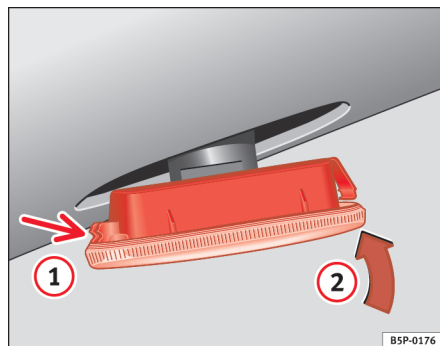

Fig. 159 Clignotants latéraux
- Placez d'abord le clignotant dans l'orifice de la carrosserie, en emboîtant les agrafes **(1)** ⇒ fig. 159, puis emboîtez la lampe comme indiqué par la flèche **(2)** ⇒ fig. 159. ■